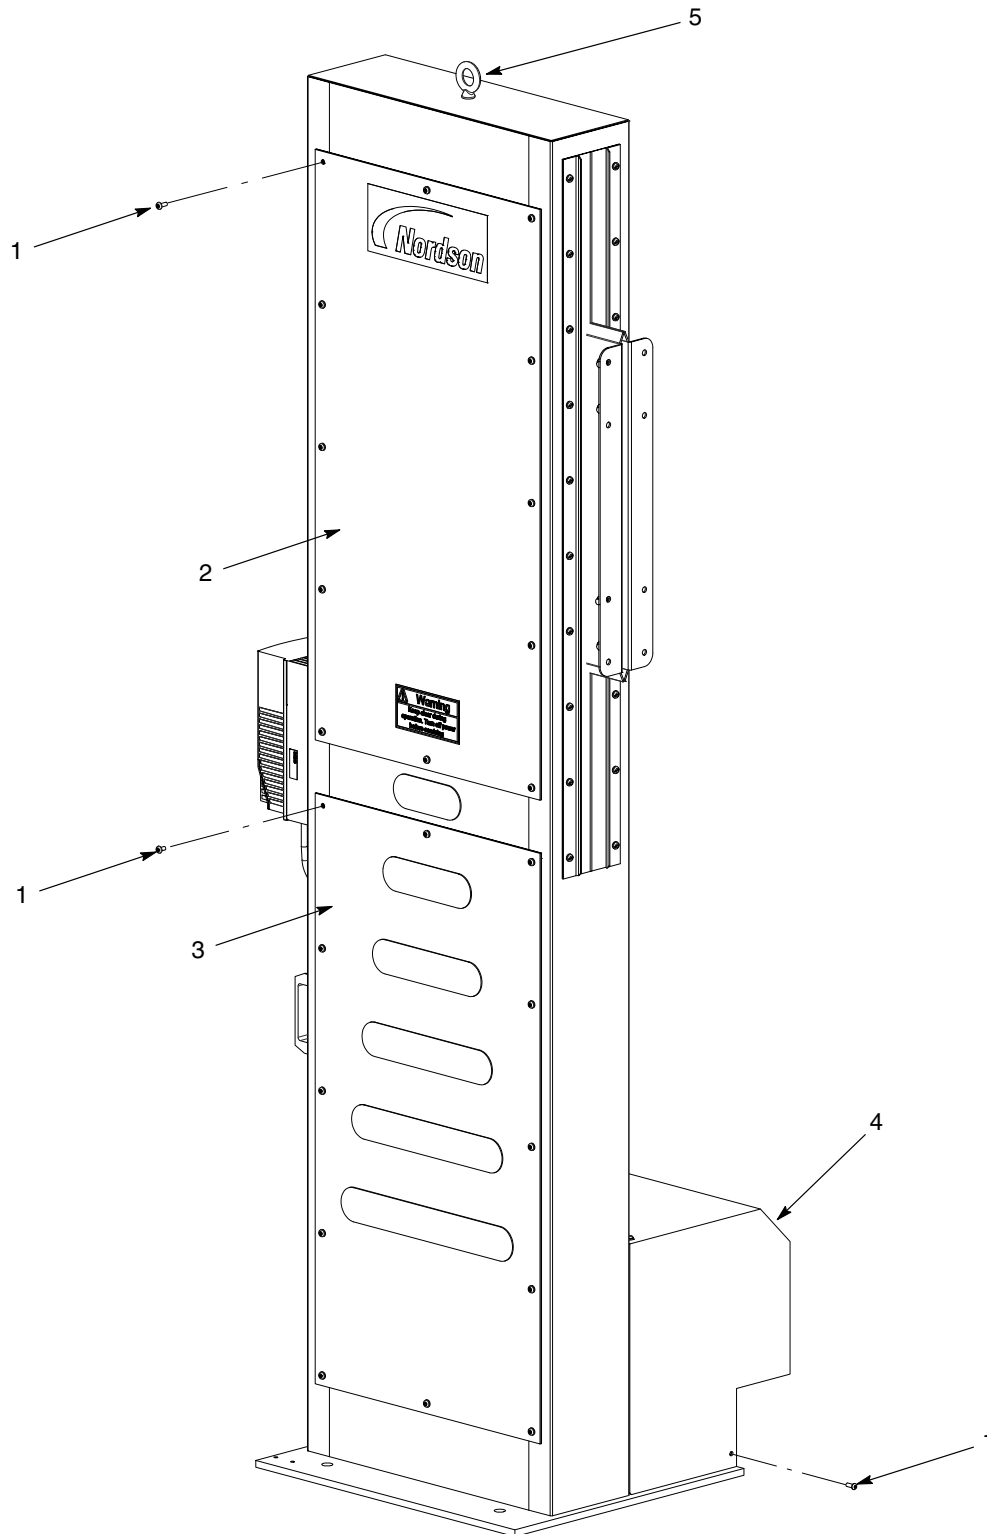

Figura 2 Extracción de las cubiertas
2. Ver la figura 2. Fijar el equipo de elevación al perno ojal (5). Elevar cuidadosamente el oscilador hacia arriba y hacia fuera del embalaje de transporte.
4. Extraer los tornillos (1) fijando los paneles de acceso (2, 3) y la cubierta del motor de engranajes (4).